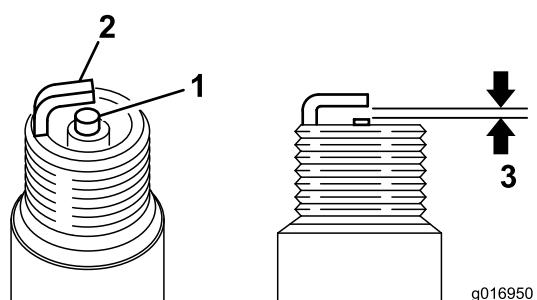

Figura 35
3. Defina a folga de ar para 0,06–0,07 mm) (Figura 35). Instale a vela com a folga de ar correcta e aperte-a firmemente a 23 Nm.